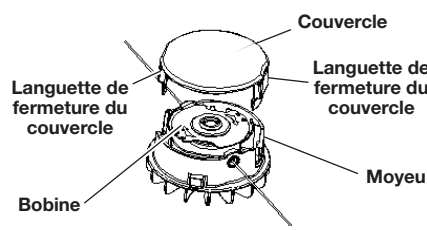

Fig. 15
- Appuyez sur les deux languettes de fermeture du couvercle et maintenez-les enfoncées (Fig. 15).